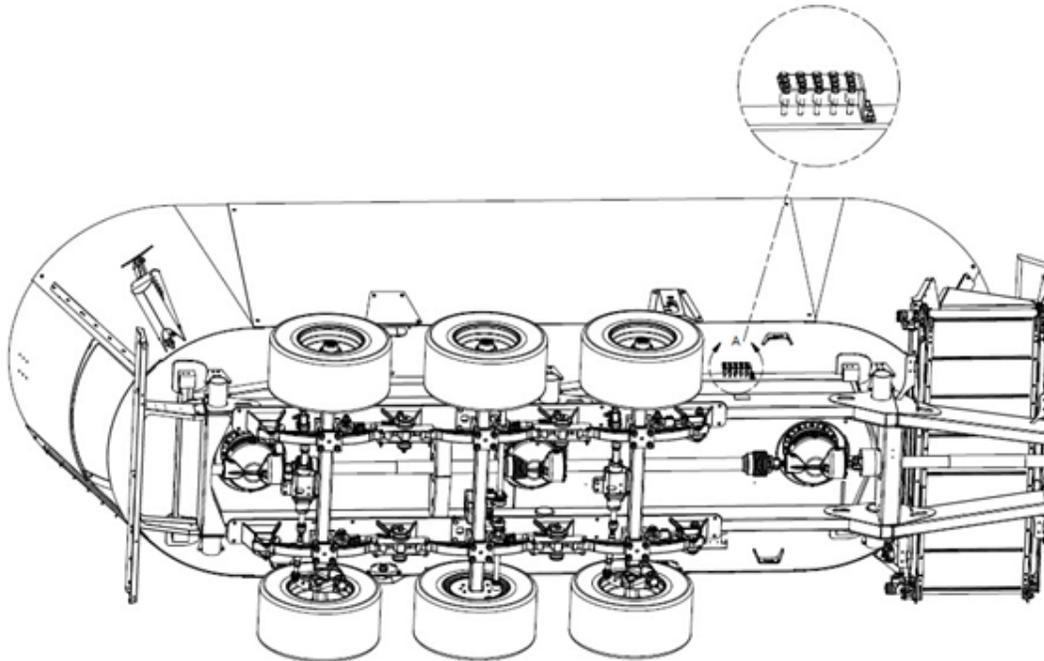

Figure 41 — Emplacement des boulons de sécurité sur les SMARTMIX A950 et A1230
3. Installez un nouveau boulon (disponible sur le support des boulons de rechange) (Figure 41) (voir le Tableau 17 — Boulons de cisaillement de la prise de force (PTO) à l'Annexe A — Tableaux résumés de l'entretien des SMARTMIX" à la page 136 pour connaître le type de boulon de cisaillement à utiliser en fonction de votre modèle de mélangeur).